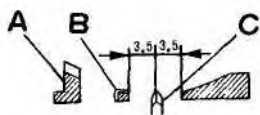
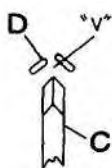

Рис.25
Рис. 26
Ось симметрии подрубочного диска «C» совмещается с осью паза держателя ткани игольной платины «A» (рис. 25); ось клиновидного паза держателя ткани «D» совмещается с осью подрубочного диска «C» (рис. 26).
2. После ослабления стопорного винта «E» манжеты «D» и стопорного винта «G» коленчатого вала «F» переместите подрубочный диск влево или вправо, чтобы установить подрубочный диск в необходимое положение (рис. 25), затяните стопорный винт «E» и «G». Убедитесь, что вал подрубочного диска не болтается и легко вращается. Вал подрубочного диска не должен соприкасаться ни с левой прижимной лапкой, ни с правой.
3. Ослабьте винт держателя ткани «A», переместите держатель ткани «D» (рис. 12) влево и вправо так, чтобы ось клиновидного паза держателя материала совместились с осью подрубочного диска (рис. 26). Затяните винт держателя ткани.